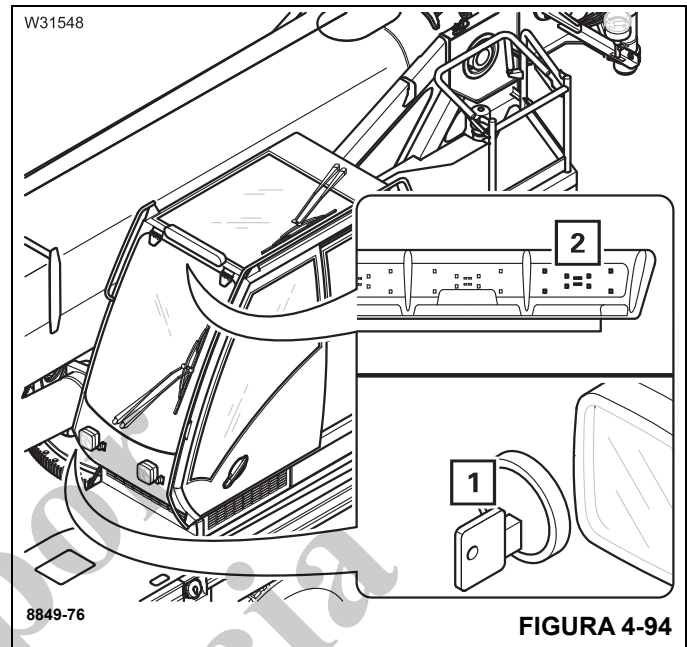

FIGURA 4-94
- Inserte la llave en el interruptor de llave (1), (Figura 4-94).
- La pantalla de estado (2), (Figura 4-94), destella de color rojo.